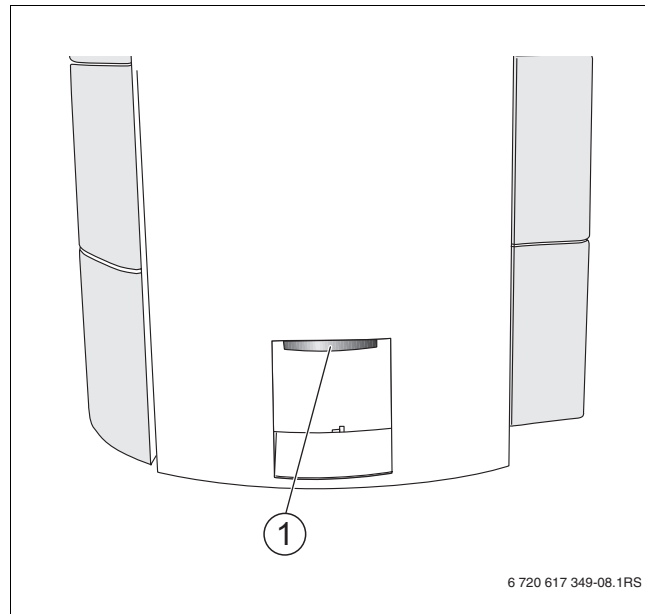

Fig. 15 Tronchetto aria comburente
- Raccordare il condotto per l'aria comburente al tronchetto per l'aria comburente (→ fig. 15, pag. 13, [1]).